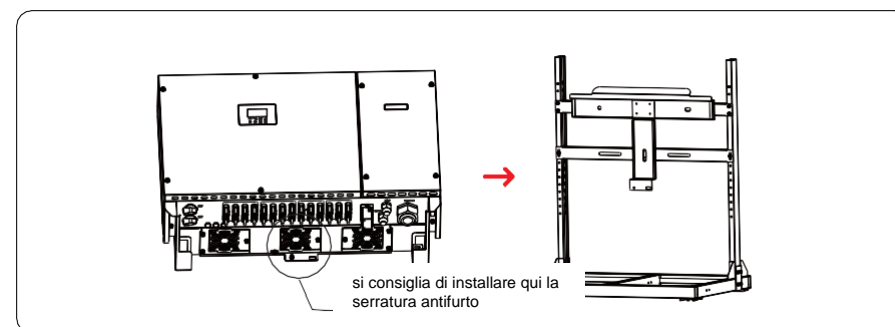

Figura 4.11 Serraggio inverter
Step 3 Montare l'inverter sul supporto e serrare l'inverter con il pannello posteriore utilizzando le viti, come mostrato nella Figura 4.11.